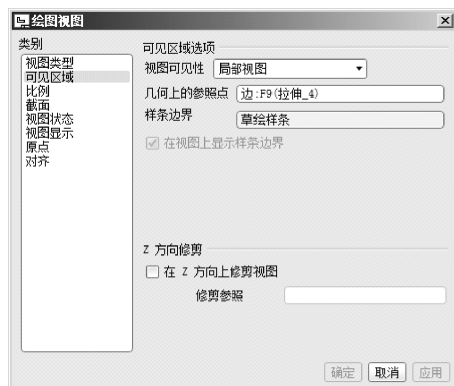

图 10-99 设置局部视图
(7) 双击俯视图, 弹出【绘图视图】对话框, 在【类别】列表中选择【可见区域】选项, 在【视图可见性】下拉列表框中选择【局部视图】选项, 如图 10-99 所示。